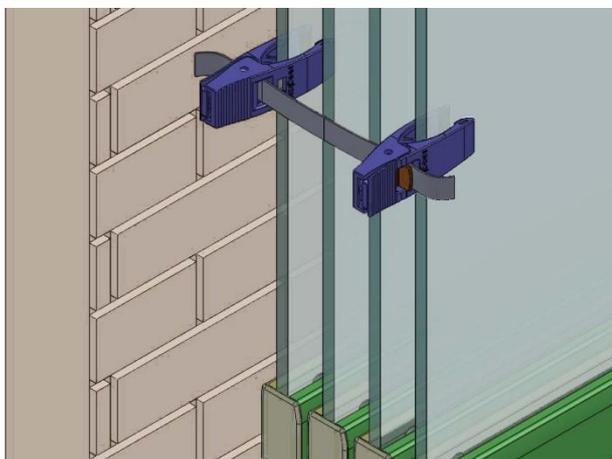

Figura 36
- Utilizaremos el otro extremo del "Kit Pinza Sujeción Hojas a Pared" para sujetar la última hoja abierta y a continuación tensaremos para dejar todas la hojas bien sujetas. (figura 36).